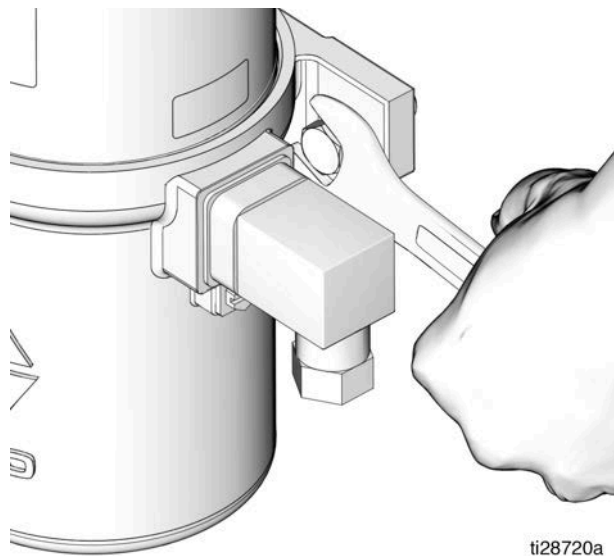

ABB. 12
7. Die Befestigungsschrauben (ABB. 12) entfernen und die Pumpe abnehmen.